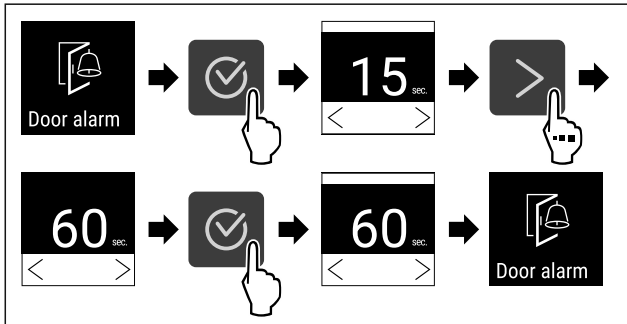

Fig. 104
- ▶ Handlungsschritte (siehe Fig. 104) durchführen.